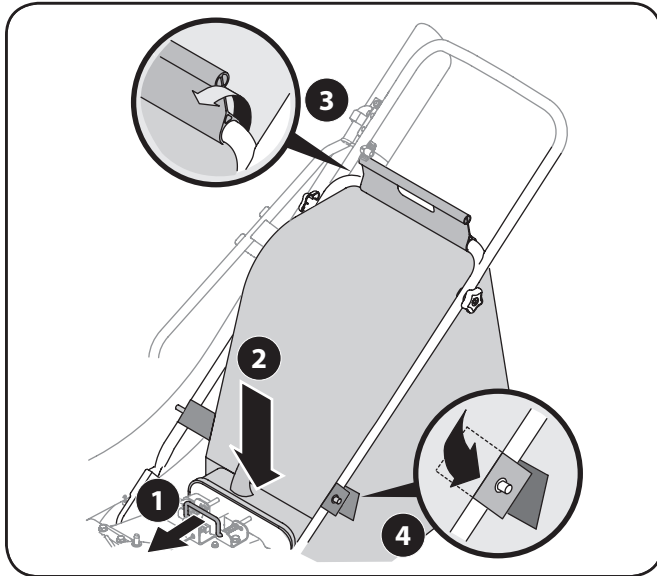

Figura 3-6
1. Sostenga la manija de la bolsa con una mano y deslice la varilla de seguridad del soporte de montaje hacia el motor con la otra mano. Use el extremo del soporte de montaje como palanca cuando deslice la varilla de seguridad. Vea la Figura 3-6.
4. Coloque las tiras inferiores de la bolsa por encima de la parte superior de la manija inferior, enganchándolas en los pernos. Vea la Figura 3-6.